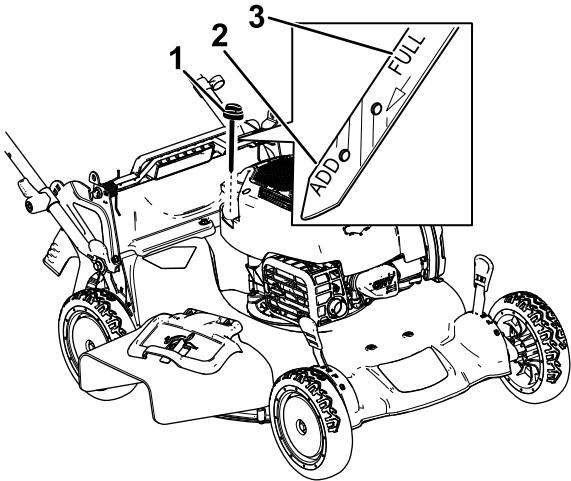

Figura 25
- 3. Retire la varilla girando el tapón en el sentido contrario a las agujas del reloj y tirando del mismo (Figura 25).
10. Observe el nivel de aceite en la varilla (Figura 25).